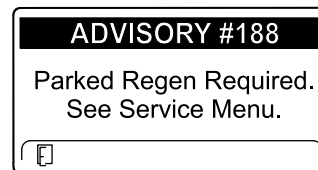

Figure 44
- ADVISORY #188 (avis n° 188), demande de régénération en stationnement (Figure 44)